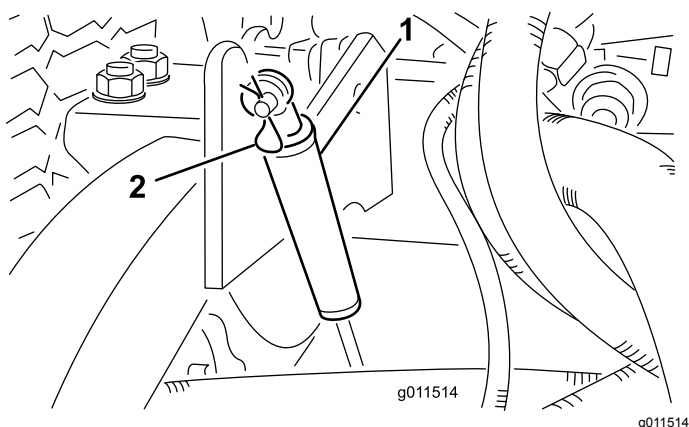

Figura 120
2. Retire o perno de gancho que fixa os amortecedores aos braços de elevação (Figura 120).